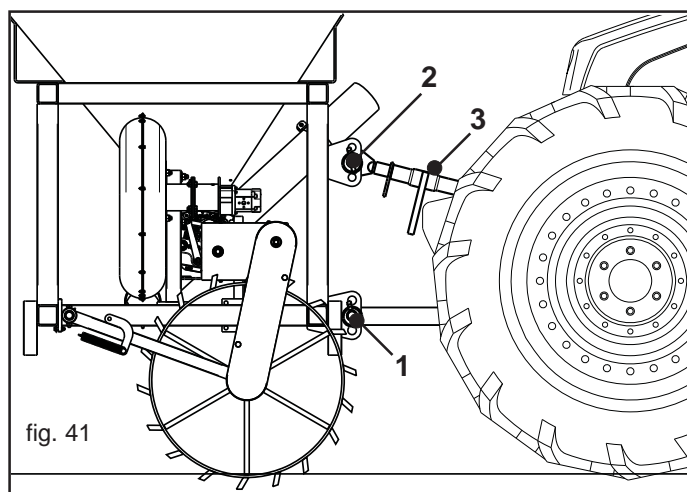
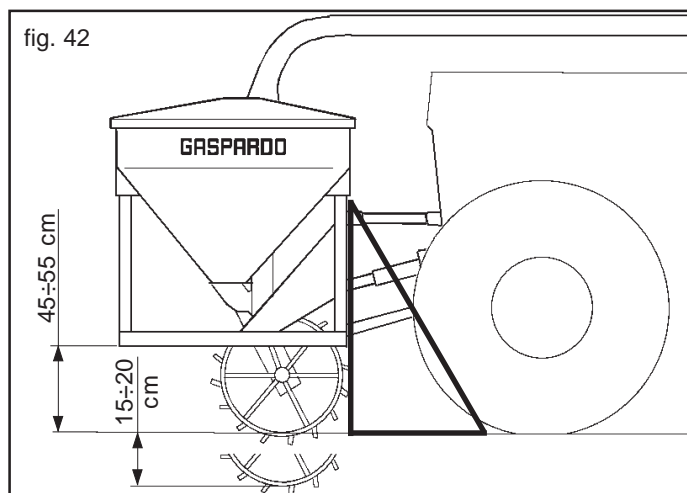

fig. 41
fig. 42
- 1) Enganchar las barras del elevador en los pernos predispuestos (1, Fig. 41). Bloquear con el pasador de muelle.
- 2) Conectar el tercer punto superior (2, Fig. 41); la clavija tiene que bloquearse con el respectivo pasador; a través del tensor de regulación (3, Fig. 41) tratar que la sembradora se encuentre en posición perpendicular al terreno (Fig. 42).
- 5) Levante el equipo delantero, extraiga las patas de apoyo. Para garantizar la rotación de la rueda de transmisión, regule la altura del equipo desde el piso en la posición de trabajo (45÷55 cm Fig. 42). Dicha distancia debe ser constante durante el trabajo.
- 6) En condiciones de trabajo, garantice la adherencia al terreno de la rueda motriz. Utilice los anillos de cadena (C), indicados en la Figura 51, para regular una amplitud de movimiento de aproximadamente 15÷20 cm (Fig. 42).